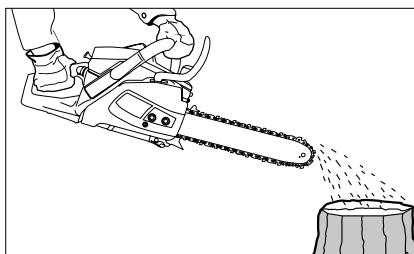

Fig. 13
4. Antes de comenzar a trabajar, verifique el suministro de aceite o flujo de aceite: encienda la motosierra y sosténgala sobre una alfombra adecuada. Con suficiente lubricación, se formará un ligero rastro de gotas de aceite expulsado (fig. 13).